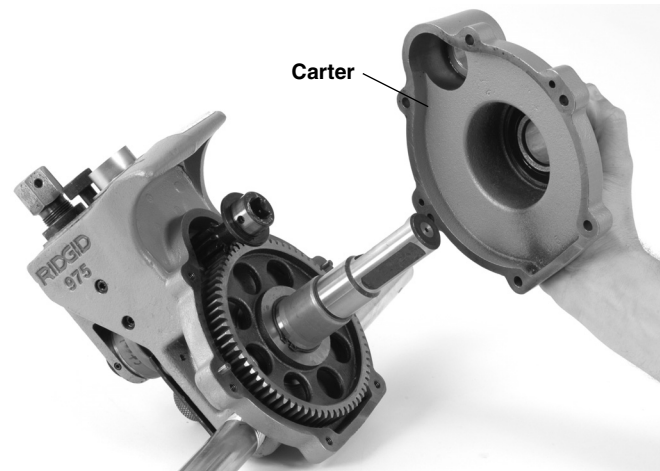

Figure 1 – Retrait du carter
2. Retirez le carter (Figure 1).